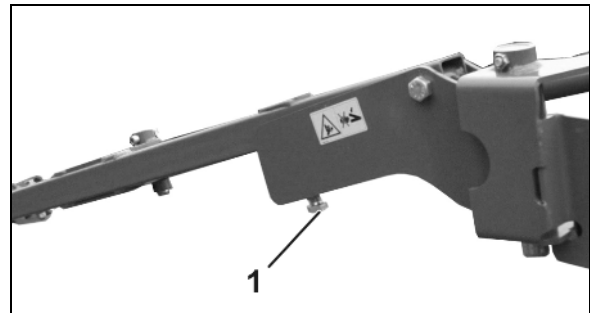

Fig. 92
1. Dévissez les deux assemblages vissés (Fig. 92/1) du disque.